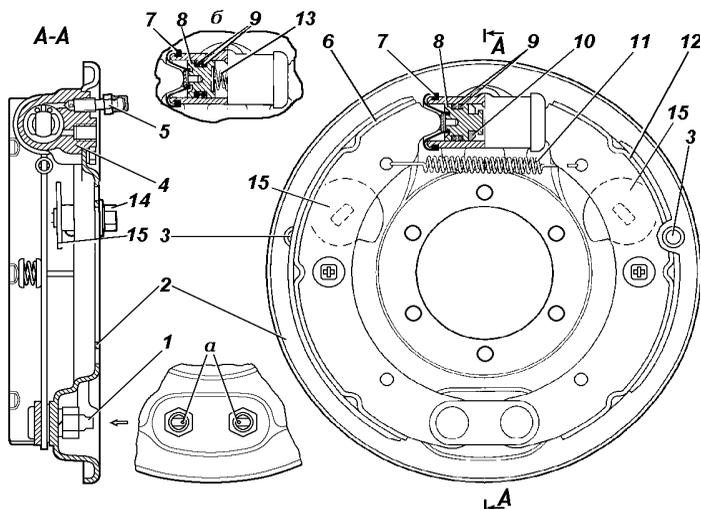
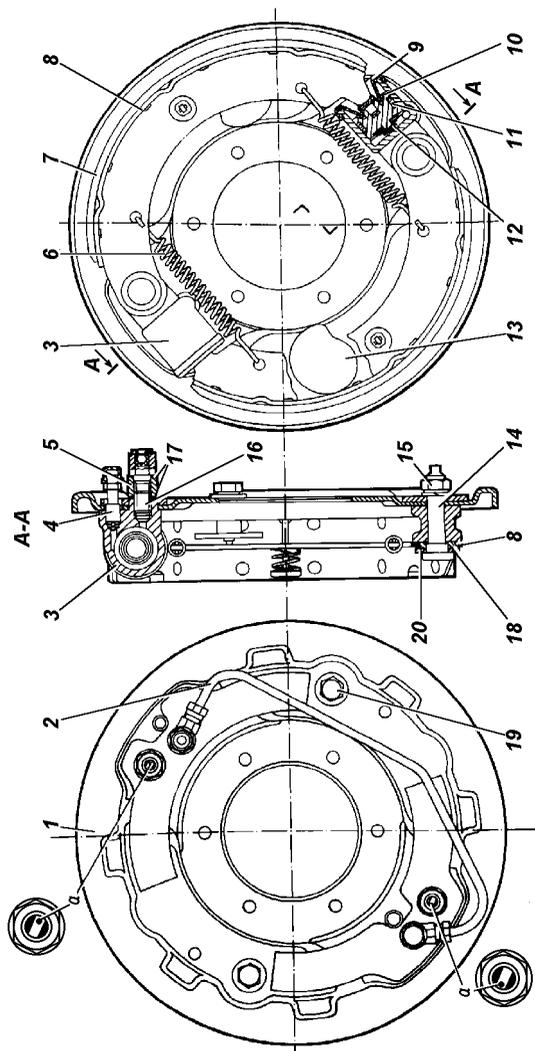

Рис. 9.55. Тормоз заднего колеса:
Рис. 9.56. Тормоз переднего колеса (для мостов, приведенных на рис. 9.45):
**Барабанные тормозные механизмы задних колес (рис. 9.55) и барабанные тормозные механизмы передних колес (рис.9.56).**
2. Вращайте колесо постепенно и поворачивайте болт 14 (см. рис. 9.55) или 19 (см. рис. 9.56) регулировочного эксцентрика до тех пор, пока колесо не затормозится.